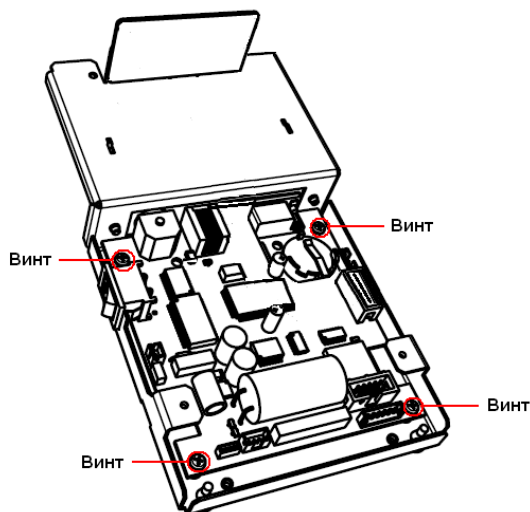

Рисунок 8. – Отсоединение системной платы с платой ядра.
2. Отсоединение системной платы от консоли (см. рисунок 8);